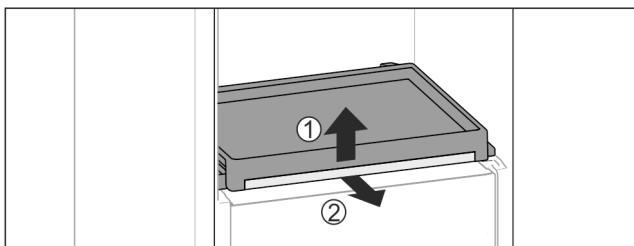

Fig. 111
- Tag udtrækshylden og glaspladen ud: Løft glaspladen lidt foran Fig. 111 (1) og træk den ud fremad Fig. 111 (2).